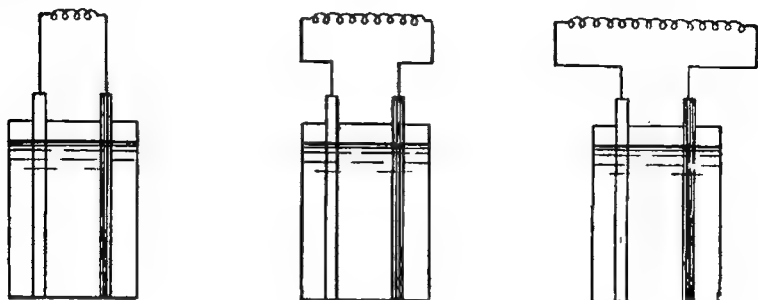

Fig. 10. — Circuite electrice cu rezistențe diferite
10. **Rezistența variază cu temperatura.** În experiențele arătate, (fig. 10) să ne folosim și de un termometru pe care să-l introducem în interiorul înfășurării bobinei).